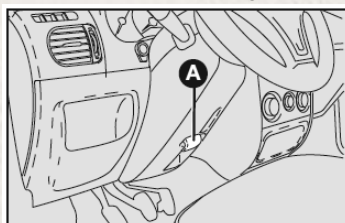
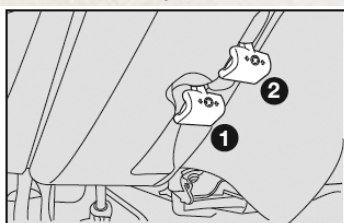

fig. 12
fig. 13
VOLANTE - fig. 12 y 13
1) Desplace la palanca A-fig. 12 hasta la posición 2-fig. 13.
3) Vuelva a poner la palanca en la posición 1-fig. 13 para trabar nuevamente